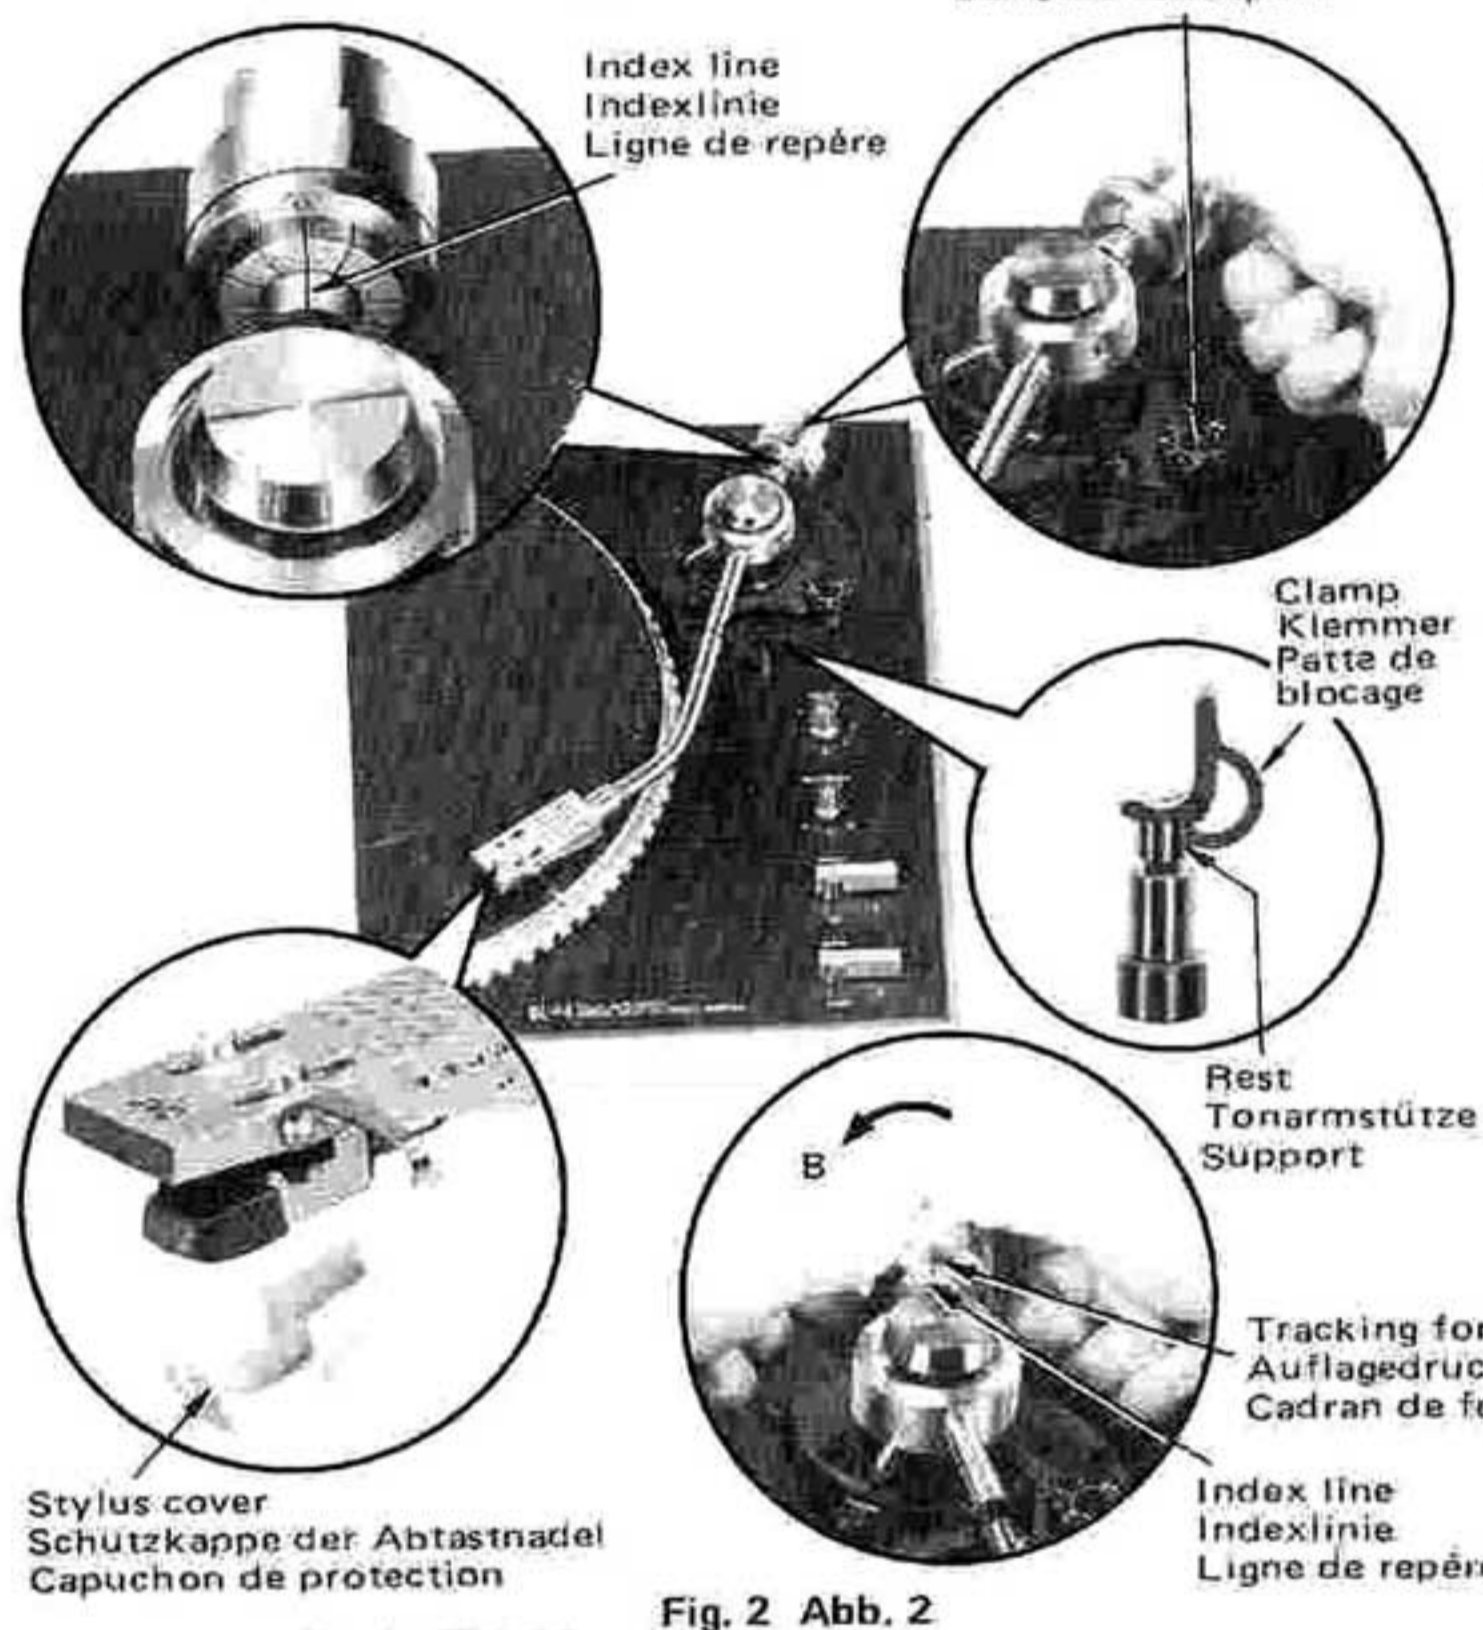

Fig. 2 Abb. 2
• **Tracking force adjustment (Fig. 2)**
● Einstellung des Auflagedrucks (Abb. 2)
● Réglage de la force d'appui (Fig. 2)